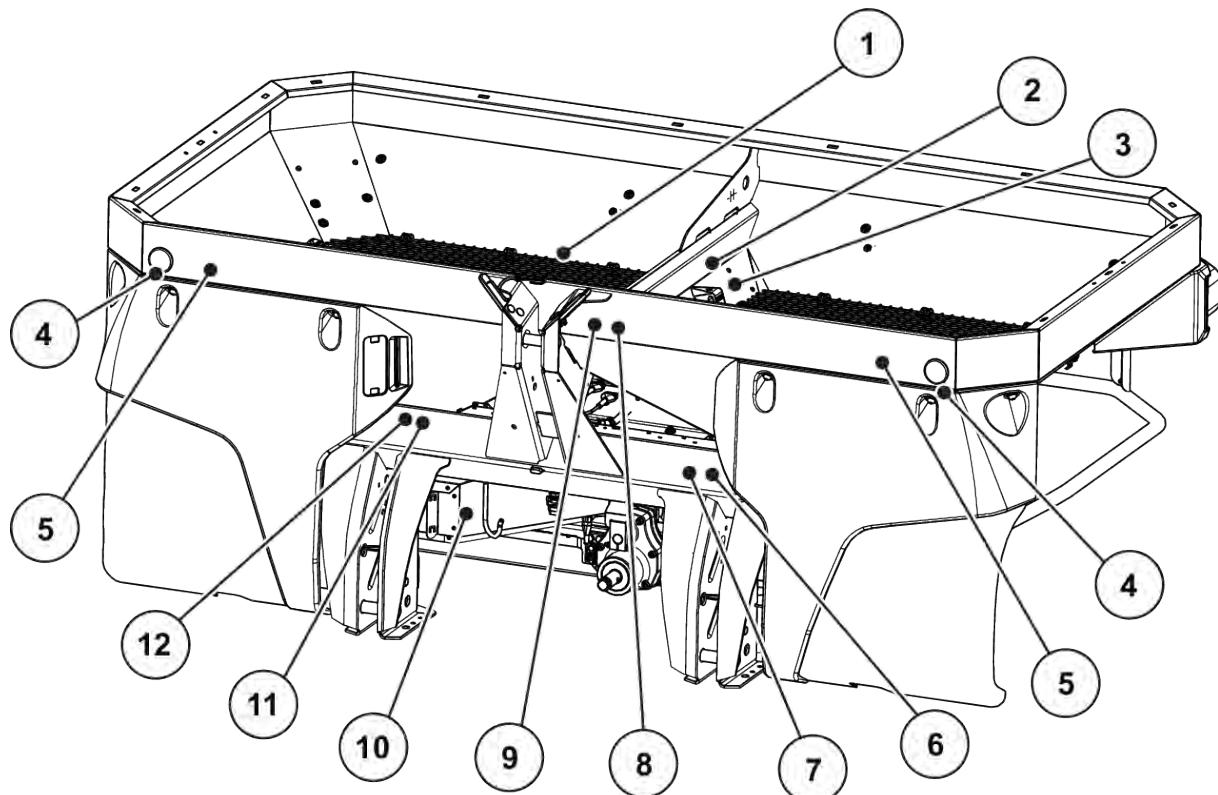

Fig. 2: Beskyttelsesinnretninger, klistermerke Advarsler og instruksjonsanvisninger, framside
Maskinen er fra fabrikken utstyrt med en belysningsinnretning og markeringslys foran, bak og på siden (se *Fig. 2 Beskyttelsesinnretninger, klistermerke Advarsler og instruksjonsanvisninger, framside* for montering på maskinen).
- Beskyttelsesinnretninger, se *Fig. 2 Beskyttelsesinnretninger, klistermerke Advarsler og instruksjonsanvisninger, framside*